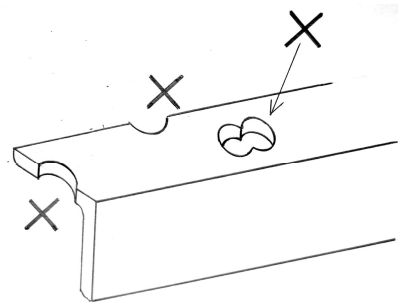

図 E-1
- 1) 材料の縁を半分抜いたり、穴と穴を重ねて抜くことはしないで下さい。無理な力が掛り、本体、替刃の損傷、及び怪我の原因になります。(図 E-1)